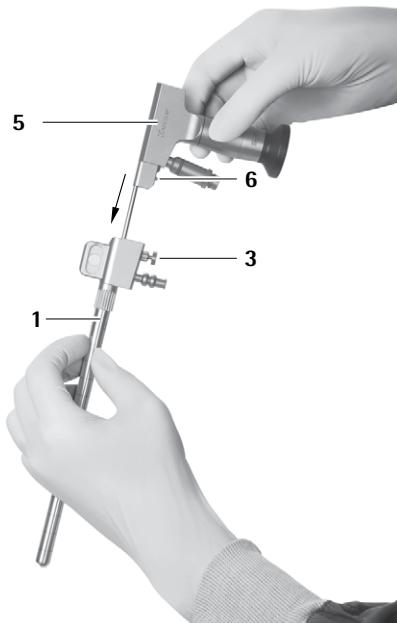
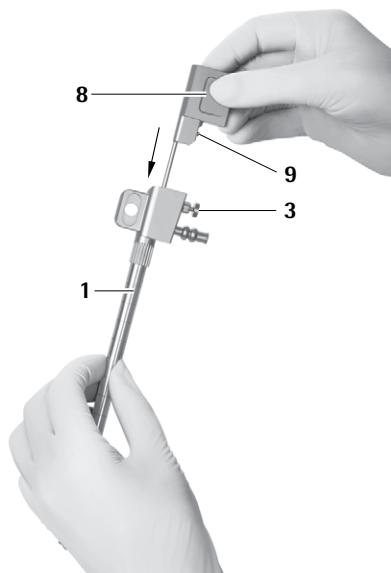

Abb. 14
Abb. 15
- ▶ Dabei sicherstellen, dass sich Verriegelungsbolzen **6** des Endoskops **5** bzw. Verriegelungsbolzen **9** des Obturators für Optikkanal **8** auf gleicher Seite befindet wie Entriegelungsknopf **3** des MINOP InVent-Trokars **1**, siehe Abb. 14 und siehe Abb. 15.